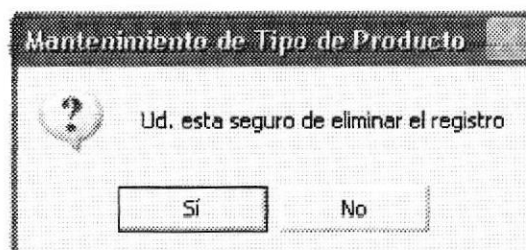

Figura 8.32. Información de tipo de producto.
2. Seleccione el botón eliminar **Eliminar** y le aparecerá una pantalla de advertencia como se muestra en la figura 8.32.